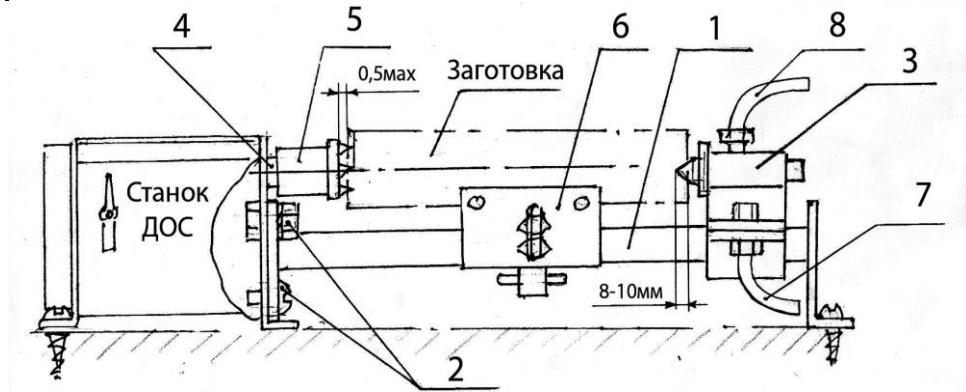

Рис.13.
**4.8. Токарные операции** (см. Рис.13 и Схему установки токарной приставки ТП-5, ТП-6 к станкам типа ДОС).
**В случае необходимости снижения скорости шпинделя, установить на станок понижающий шкив.** Установить токарную приставку (1), закрепив ее болтами (2) к стенке корпуса станка и выдерживая соосность «вал (4) - задний центр (3)». Навернуть на вал (4) поводковый патрон (5) до упора. Зажать заготовку между поводковым патроном (5) и задним центром (3), надежно сцентрировав ее. Установить подвижный суппорт (6) в нужное положение. Опирая режущий инструмент о площадку суппорта производить точение. (Точение производить на скорости не более 3300 1/мин.).
В нижней части корпуса на специальной платформе (18), двигающейся по пазам, установлен асинхронный электродвигатель (ЭД), связанный со строгальным валом ременной передачей. Токарная обработка производится с помощью токарной приставки, устанавливаемой с правой стороны станка (Рис.13).